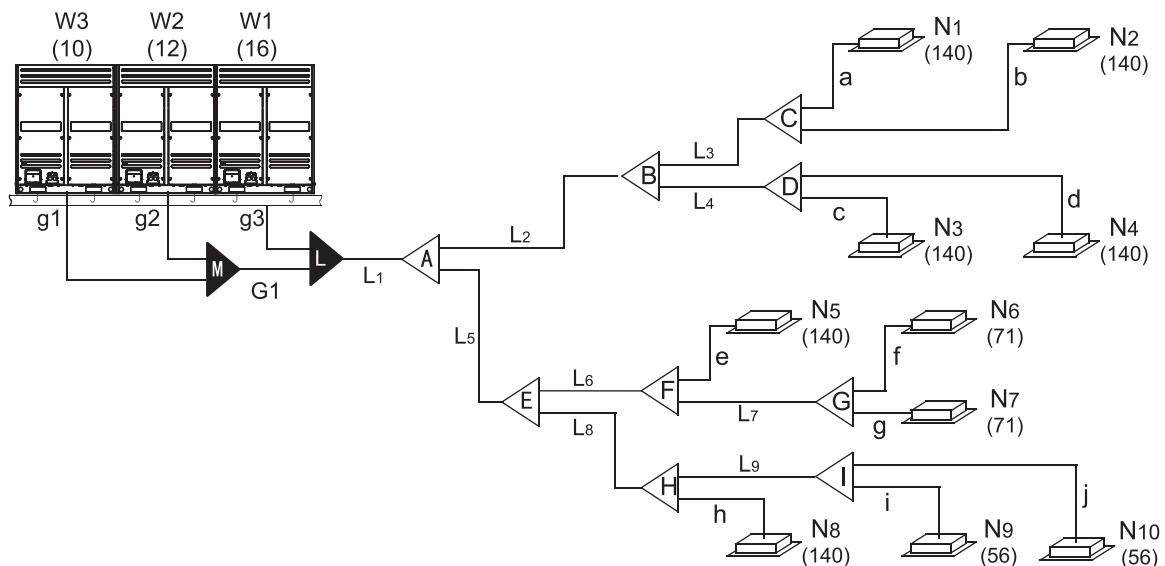

Рис. 5-4
- 2) Рассмотрим схему, приведенную на рис. 5-4, при условии, что эквивалентная длина всех трубопроводов в системе более 90 м.
Размеры главного трубопровода L1 (на рис. 5-4) восходящей ветви к наружным блокам общей производительностью $10 + 12 + 16 = 38$ выбираются на основании данных табл. 5-5. Диаметр жидкостного трубопровода/трубопровода газовой линии $\text{Ø}38,1/\text{Ø}22,2$; общая мощность нисходящей ветви $140 \times 6 + 56 \times 2 + 71 \times 2 = 1094$, на основании табл. 5-3 диаметр жидкостного трубопровода/трубопровода газовой линии $\text{Ø}38,1/\text{Ø}19,1$, выбираем больший диаметр, и в итоге принимаем диаметр главного трубопровода $\text{Ø}38,1/\text{Ø}22,2$ (газовой линии/жидкостной трубы).